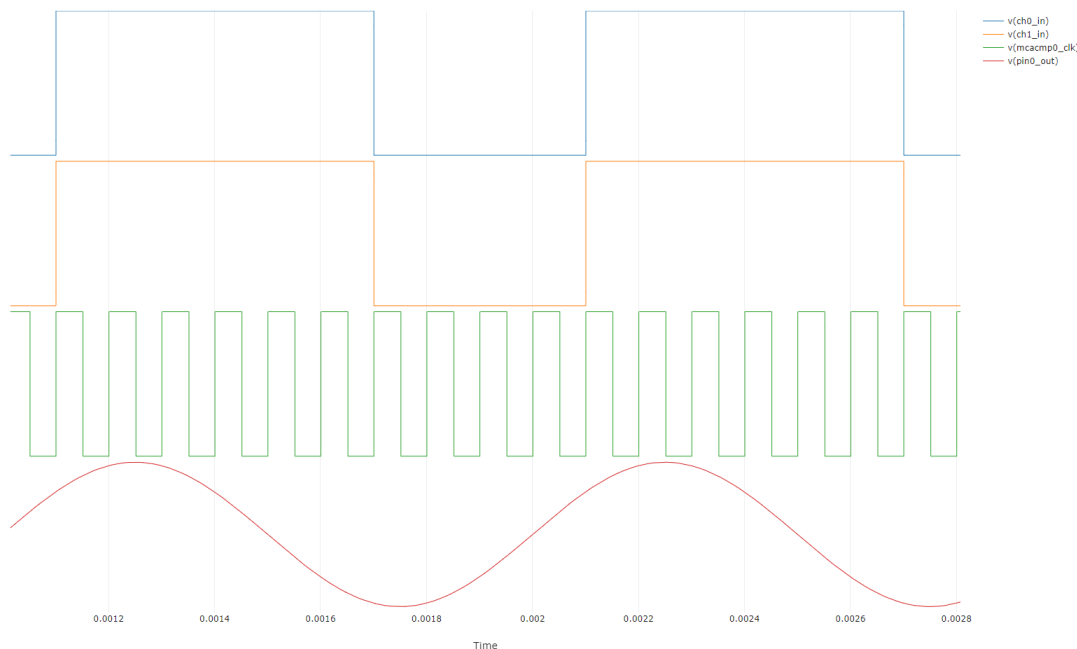
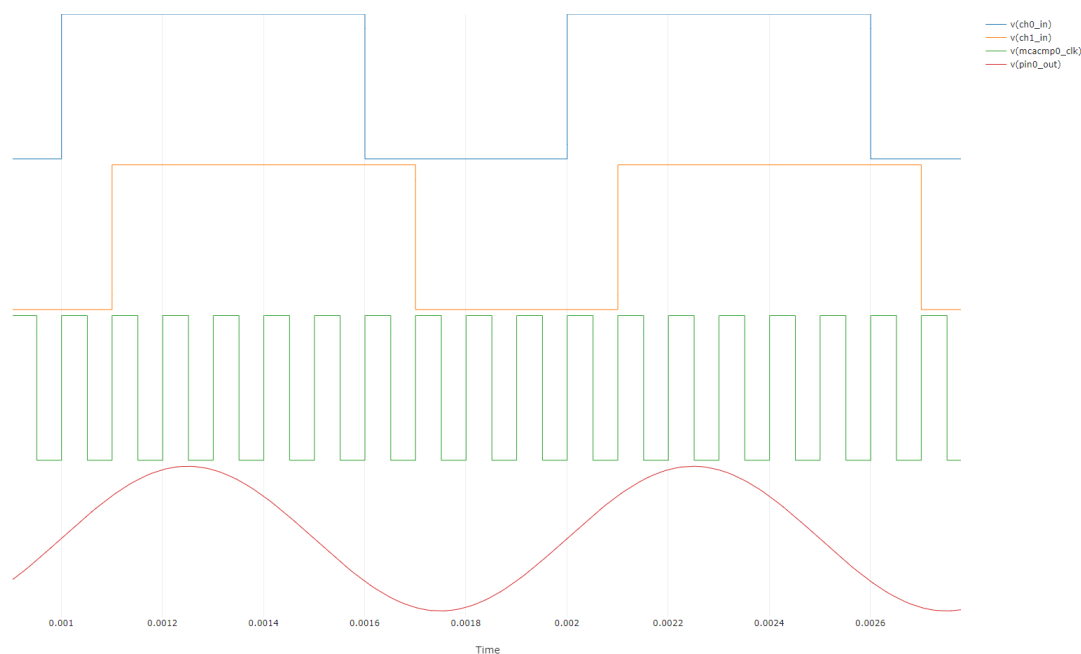

図 6. マルチチャンネル アナログ コンパレータの同時サンプリング シミュレーション
図 7. マルチチャンネル アナログ コンパレータのシーケンシャル サンプリング シミュレーション
**McACMP 出力同期**は、「段階的」または「同時」に設定できます。「段階的」を選ぶと、各チャンネルがサンプリングされるたびにすぐに出力がアサートされます。「同時」を選ぶと、有効化されたすべてのチャンネルがサンプリングされるまで出力はアサートされません。2 つのチャンネルの同時動作を図 6 に、交互動作を図 7 に示します。どちらのシミュレーションでも入力正弦波を 1.634V と比較します。図 7(段階的動作) において、黄色の第 2 チャンネルが青の第 1 チャンネルに続いて 1 クロックサイクル遅れてアサートされること、また段階的動作モードでは第 1 チャンネルのアサートが同時動作モードより 1 クロックサイクル早いことがわかります。